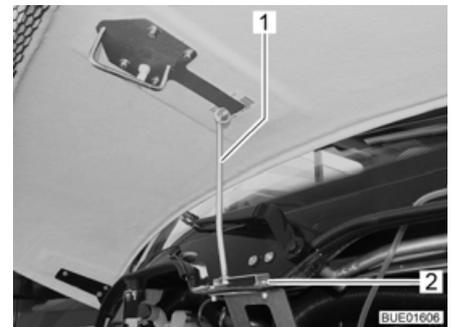

Bild 40 Stütze Motorhaube
- Sichern: ■ Stütze (Bild 40,1) ausklappen und in die Aufnahme (Bild 40,2) einhängen.